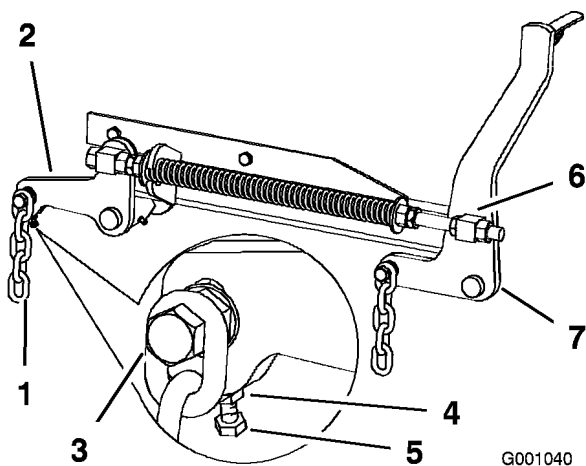

Figure 61
7. Si la distance mesurée au point **B** ou **C** n'est pas correcte, desserrez le boulon de fixation de la chaîne arrière au bras de support arrière (Figure 61).
8. Desserrez l'écrou de blocage sous le bras de support arrière et agissez sur le boulon de réglage de manière à obtenir une distance de 79 à 83 mm (3-1/8 à 3-1/4 po) (Figure 61).
7. Desserrez d'environ 13 mm (1/2 po) les écrous de blocage à l'avant des pivots avant gauche et droit (Figure 61).
8. Réglez les écrous de relevage sur les côtés gauche et droit de la machine de manière à abaisser l'avant de 6 à 10 mm (1/4 à 3/8 po) au point **A** par rapport au point **B** à l'arrière (Figure 61).